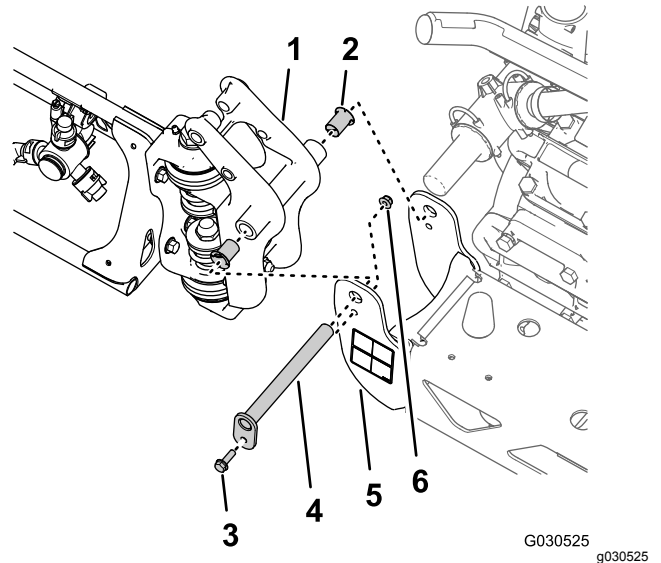

图65
1. 拧下将枢轴销固定至枢轴支架的凸缘螺栓5/16 x 1英寸和凸缘锁紧螺母5/16英寸图65。
2. 从中间喷洒臂段的枢轴支架和外部喷洒臂段的枢轴接头中拆下枢轴销图65。
3. 将外部喷洒臂段与中间喷洒臂段分开然后从机器中取出外部喷洒臂段图65。
4. 拆下外部喷洒臂段枢轴接头上的2个尼龙凸缘轴套图65。